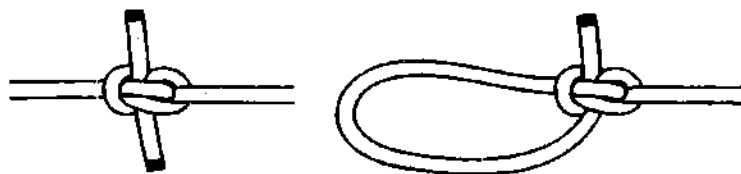

Рис. 854. А – **дирижабельный узел**; Б – **незатягивающаяся дирижабельная петля**.
**Дирижабельный узел** очень надёжный и безопасный узел, служащий для связывания двух веревок примерно одинаковой толщины (рис. 854). У **дирижабельного узла** такие же свойства, как и у **охотничьего узла**: узел не имеет крутых изгибов и поэтому не ослабляет трос, способен выдержать очень сильные нагрузки, даже переменные, хорошо держит на любом материале и очень легко развязывается после использования, даже если верёвка намокла.